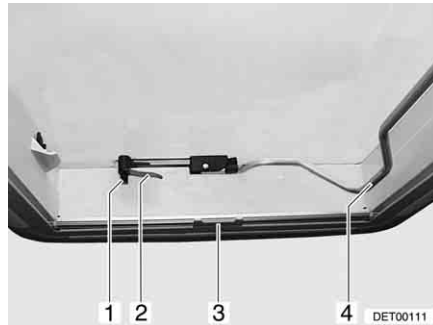
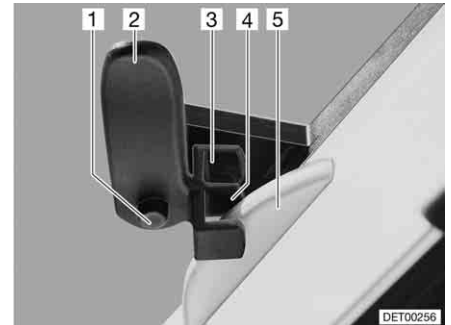

Fig. 72 Lanterneau Heki, fermé
Fig. 73 Lanterneau Heki en position de ventilation 1
*Ouvrir :* ■ Appuyer sur le bouton de sûreté (Fig. 72,1) et tourner d'un quart de tour vers l'intérieur le levier de verrouillage (Fig. 72,2).
■ Tirer l'étrier (Fig. 72,4) vers le bas, hors du dispositif de blocage.
*Fermer :* ■ Tirer l'étrier (Fig. 72,4) vers le bas, hors du dispositif de blocage.
■ Tourner le levier de verrouillage (Fig. 72,2 et Fig. 73,2) d'un quart de tour. Le nez du dispositif de verrouillage du toit (Fig. 73,5) doit s'enclencher dans la fourche de verrouillage (Fig. 73,3).
■ Enfoncer le bouton de sûreté (Fig. 73,1) et remettre le levier de verrouillage (Fig. 73,2) dans sa position initiale. Le nez du dispositif de verrouillage du toit (Fig. 73,5) doit s'enclencher dans la fourche de verrouillage (Fig. 73,4) inférieure.